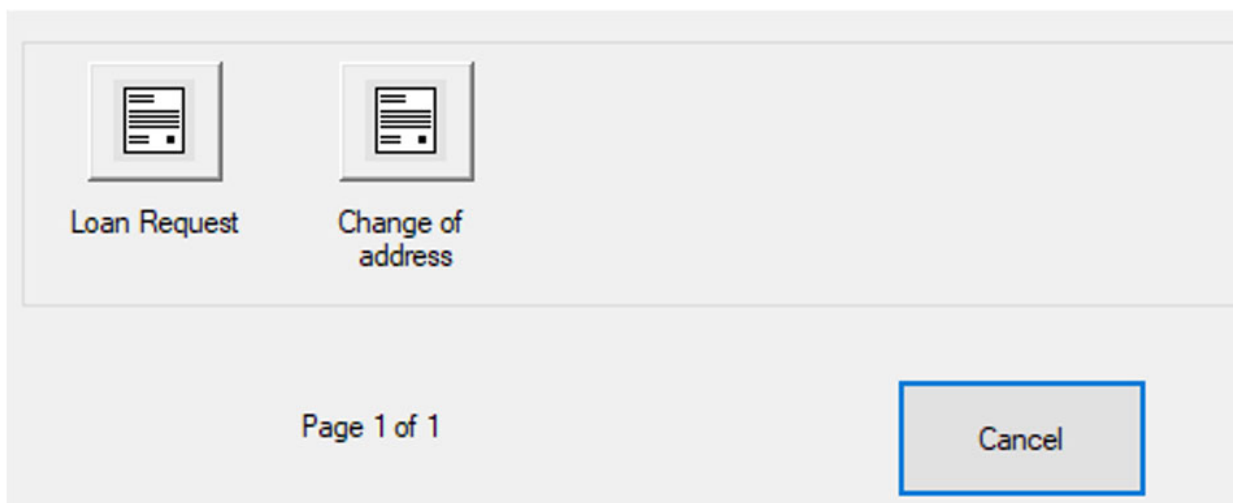

Abbildung 4-5: Seitenuntertypen
2. Wählen Sie den zugehörigen Seitenuntertyp aus der Popup-Anzeige aus (Abbildung 4-5).